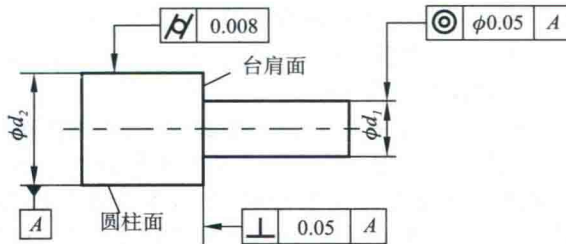

图 1-2 相互位置误差
(3)相互位置误差。如图 1-2 所示,在车削台阶轴时,由于其结构的特点,需要先加工大尺寸一端,然后再调头车削小直径一端。如果操作者调整轴线不仔细,加工后该零件会产生台阶轴的轴线错位,从而会出现同轴度误差,造成零件的实际位置与理想位置的偏离。